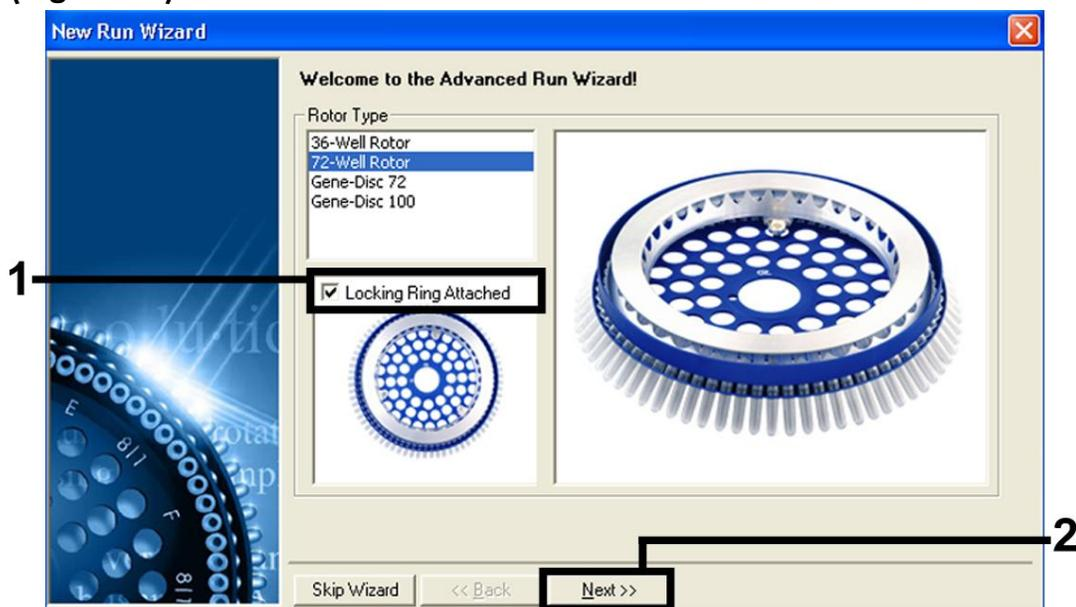

Figura 4. Cuadro de diálogo “New Run Wizard”.
6. En primer lugar, abra el cuadro de diálogo “New Run Wizard” (Asistente para nueva serie) (figura 4). Marque la casilla “Locking Ring Attached” (Anillo de bloqueo acoplado) y haga clic en “Next” (Siguiete).